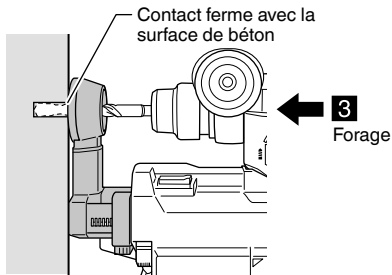

Fig. 12
- (3) En maintenant l'extrémité de la buse fermement en contact avec la surface du béton, procéder au forage. (Fig. 12)